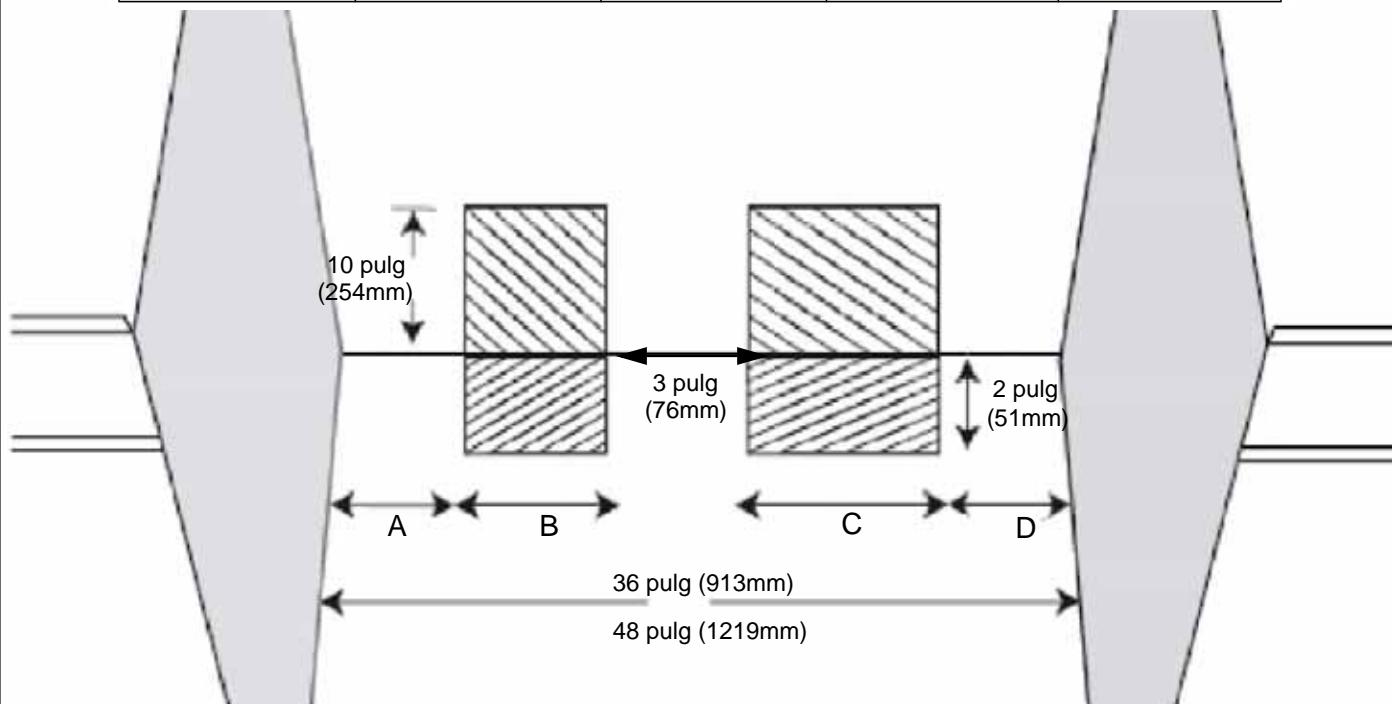

Figura 3: Suministro de gas y alimentación eléctrica de las estufas mixtas
- El suministro de gas y la alimentación eléctrica deben estar dentro de la zona indicada en la Figura 3 de la página 7.